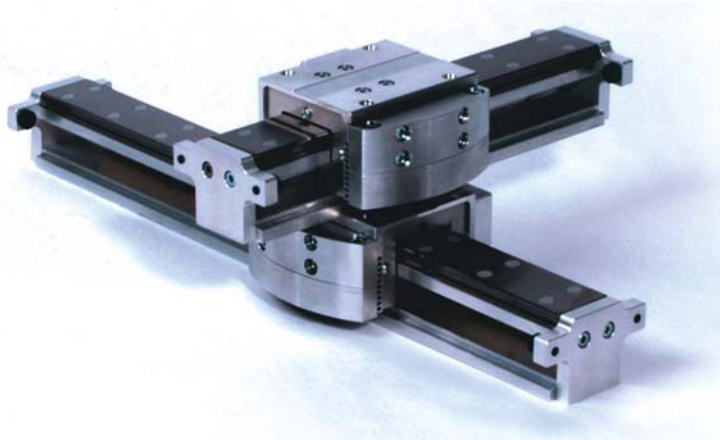

Abbildung 4: X/Y-System
- X/Y-System (siehe *Abbildung 4*)